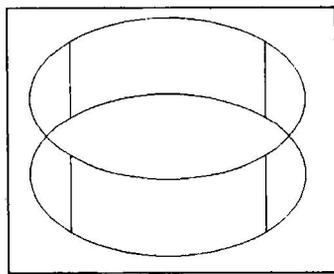
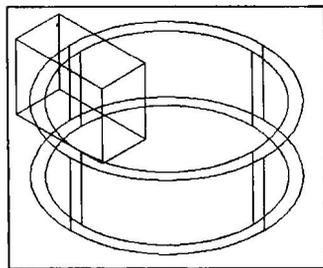

图 2-2
图 2-3
①当前线框密度：ISOLINES=4；指定圆柱体底面中心点或[椭圆(E)]<0,0,0>: 100,-80,0↵。作为圆柱体底面的中心。②指定圆柱体底面的半径或[直径(D)]: 90↵。③指定圆柱体高度或[顶点(A)]: 60↵。表示圆柱向上，高度为60。见图 2-2。
①选择要从中删除的实体或面域；选择对象：选取外圆柱体↵。②选择要删除的实体或面域；选择对象：选取内圆柱体↵。
5. 单击  图标或在命令行中输入 box 命令，画一个顶点坐标为 (80, -40,0)，另一个顶点坐标为 (120,40,60) 的长方体，见图 2-3。